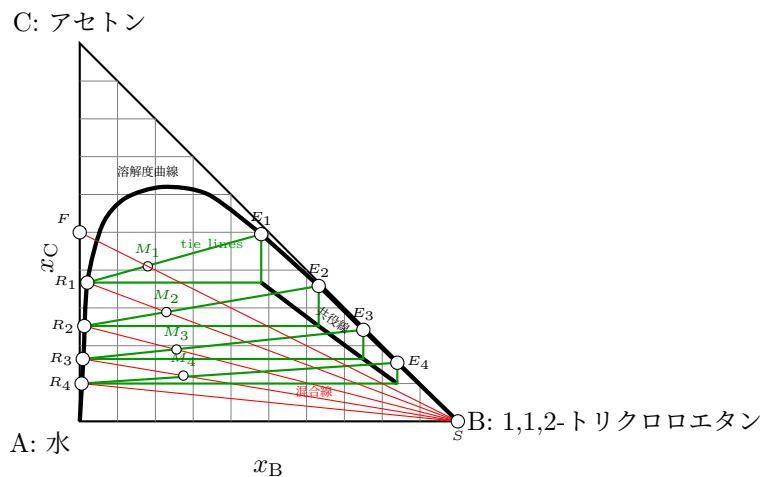

図 5: 20260605_parallel_ternary
アセトン 50 wt.% を含む水溶液を 100 kg h^{-1} で4槽からなる抽出機に供給し、1,1,2-トリクロロエタンを用いて並流多段抽出を行う。1,1,2-トリクロロエタンを各槽に 22.0 kg h^{-1} で供給する場合、次の問いに答えなさい。アセトン-水-1,1,2-トリクロロエタン系の平衡関係を図5に示す。(1) 第1段から第4段までの各槽から得られる抽出液と抽残液の平衡関係を表すタイラインを図5に描画しなさい。(2) 第1槽目における抽出液と抽残液の濃度を求めなさい。(3) 所要抽剤量を求めなさい。(4) 得られる製品組成(全抽出液に含まれるアセトン濃度)と量(全抽出液)を求めなさい。